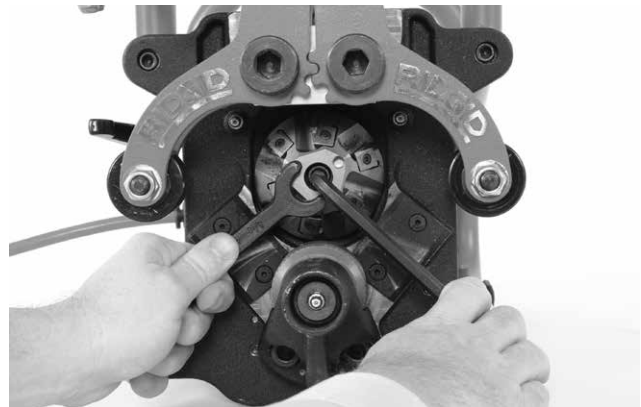

Abbildung 25A – Wechseln von Schneidköpfen
2. Entfernen Sie mit einem $\frac{5}{16}$ " Sechskantschlüssel die Innensechskantschraube, mit der der Schneidkopf befestigt ist (Abbildung 25A).